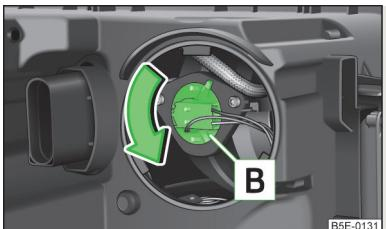

Fig. 224
- › Gire el portalámparas **B** » fig. 224 hasta la tope en el sentido de la flecha y extráigalo.